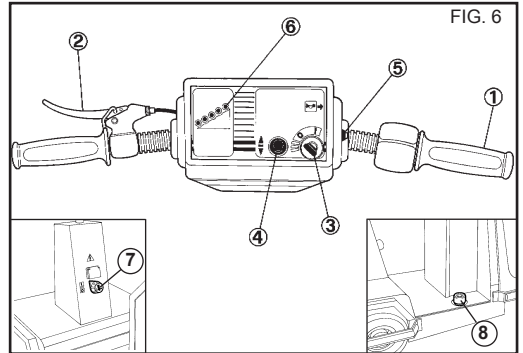
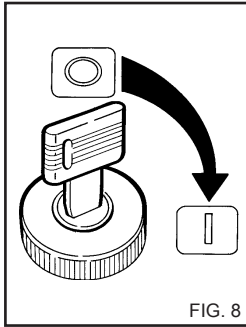

FIG. 6
FIG. 8
DISPOSITIVI DI COMANDO MOD. 250 - Fig. 6
1) Inserire la chiave di avviamento e girarla in senso orario sulla posizione (I) (fig. 8) si accenderanno gli indicatori luminosi sul cruscotto (Rif. 6 Fig.6 - 7) ad indicare che il veicolo è acceso ed attendere circa 2-3 secondi. Azionare l'interruttore di emergenza ruotando la manopola in pos. "I" (fig. 6 - 7 rif. 7 - 11).
Scegliere con l'invertitore (fig. 6 - 7 rif. 4) il senso di marcia (avanti o indietro).
- avviare il veicolo con la manopola di avviamento/acceleratore (rif. 1 Fig. 6 - 7).
⚠ Tenere premuto con un piede l'interruttore Uomo a Bordo. Togliendo il piede dall'interruttore il veicolo si arresta automaticamente. (Fig. 6 - 7 rif. 8 - 12).
Il veicolo deve essere impiegato fino alla completa scarica della batteria, (indicatori giallo e rosso accesi sul cruscotto Rif. 6 Fig. 6 - 7). La durata del lavoro deve essere programmata in funzione dell'autonomia.
Riportare al minimo la manopola di avviamento/acceleratore (rif. 1 fig. 6 - 7).
Ruotare la chiave (3) in posizione O (tutti gli indicatori luminosi devono essere spenti); ruotare l'interruttore di emergenza in pos. "0" (fig. 8).
Le batterie devono essere ricaricate quando i led verdi si sono spenti (Rif. 6 Fig. 6 -7) e rimangono accesi solamente il led giallo ed il led rosso.